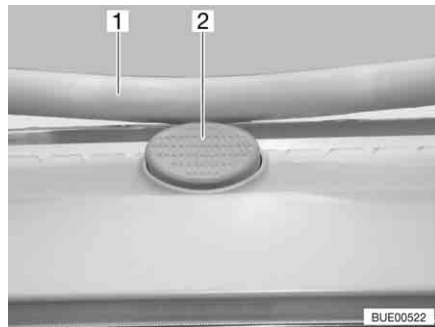

Fig. 90 Bottone di sicurezza sull'oblò Heki
- Premere il bottone di sicurezza (Fig. 90,2) e tirare verso il basso la staffa (Fig. 90,1) con entrambe le mani.
- Premere la staffa verso l'alto con ambedue le mani, finché la staffa non poggia al di sopra del bottone di sicurezza (Fig. 90,2).